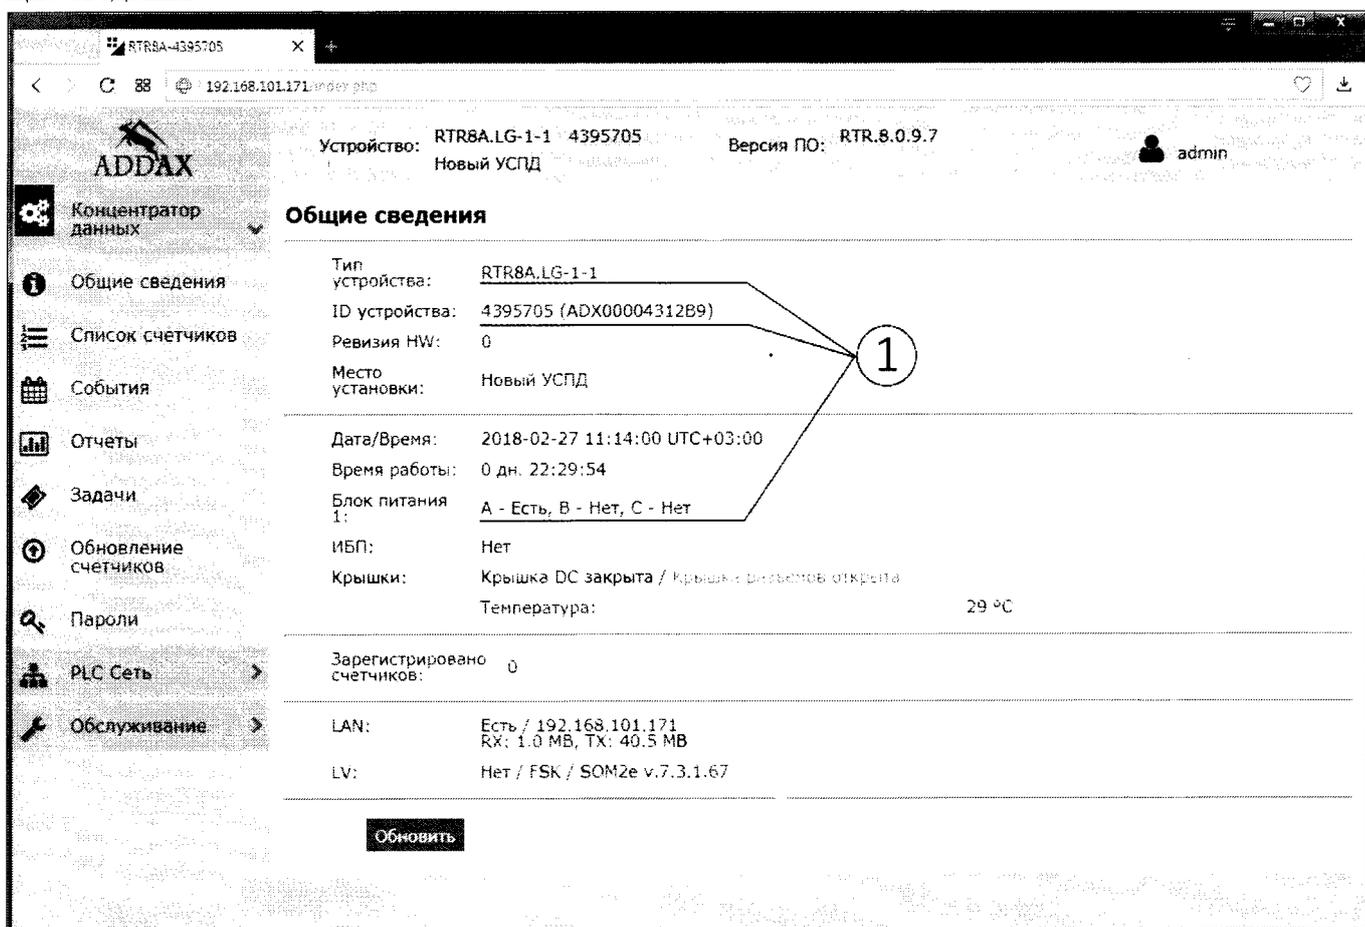

Рисунок 2 - Окно веб-интерфейса УСПД – раздел «Общие сведения»
7.3.5.4 В открывшемся окне достаточно определить тип, заводской номер, наличие питающего напряжения (рис. 2, поз. 1). На этом опробование считается успешно пройденным.